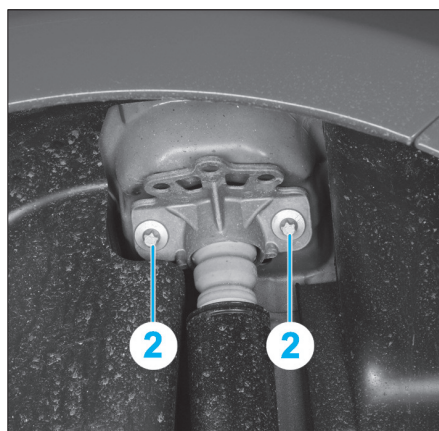

Fig. 17
- Déposer les vis (2) fixant la partie supérieure de l'amortisseur (Fig.17).